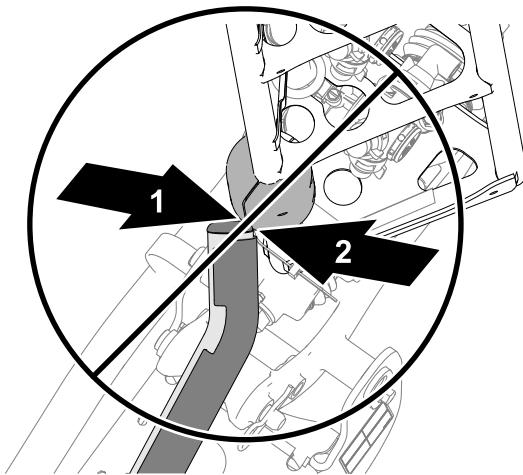
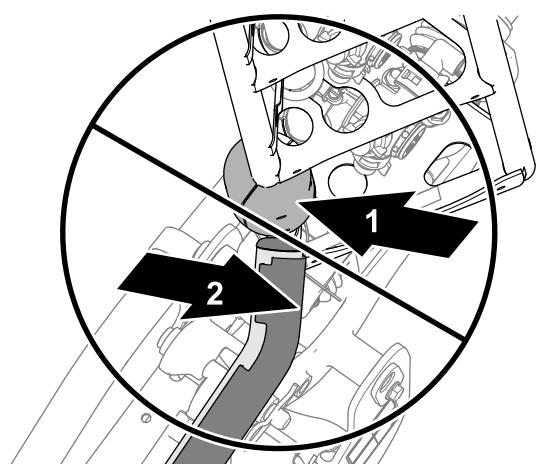
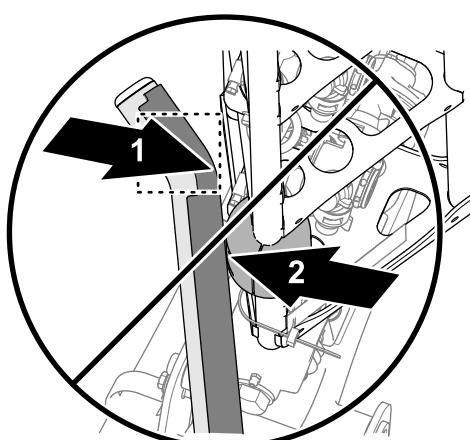

Рисунок 7
Рисунок 6
Рисунок 8
5. Если какая-либо верхняя труба опоры не выровнена относительно подвижного блока, как показано на Рисунок 6, Рисунок 7 или Рисунок 8, отрегулируйте положение опоры; см. раздел Выравнивание опор относительно наружных стрел \(страница 93\).